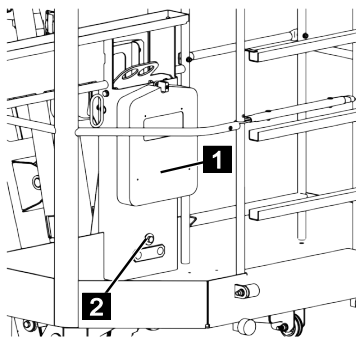

Fig. 97
2. Prendre la clé plate dans le porte-documents (Fig.97/1).
3. Desserrer la vis de fixation (Fig.97/2) avec la clé plate en tournant dans le sens inverse des aiguilles d'une montre.